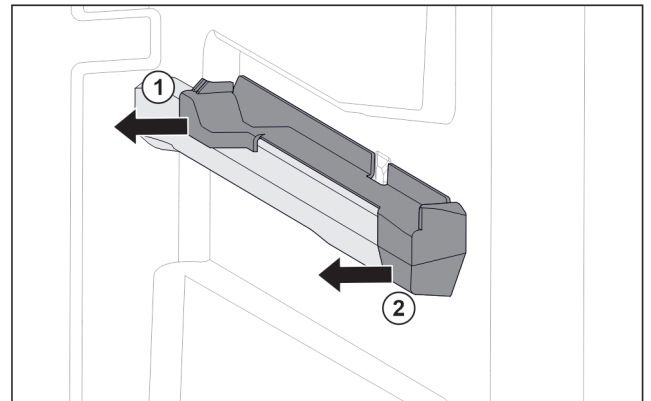

Fig. 131 Élément emboîtable sur la nervure de récipient droite
- Le retirer sur le côté par l'arrière. Fig. 131 (1)
- Le retirer sur le côté par l'avant. Fig. 131 (2)